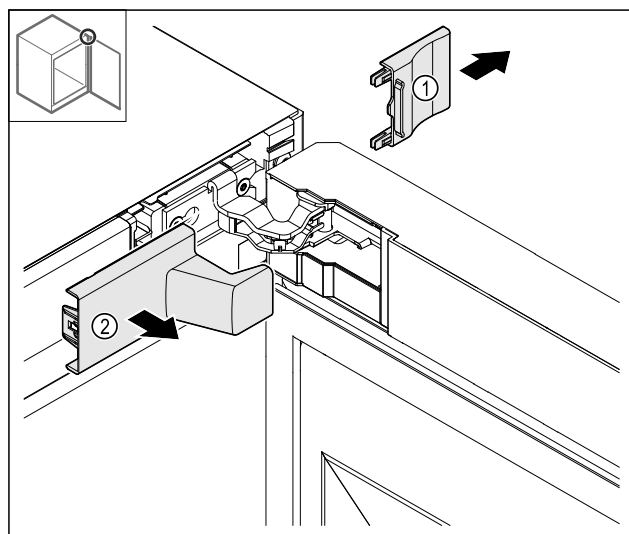

Fig. 13
- Fjern først afdækningen Fig. 13 (1) og dernæst Fig. 13 (2).